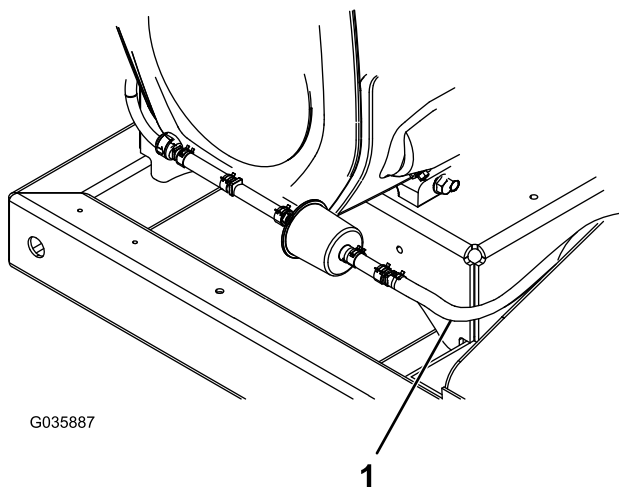

Figura 9
10. Conecte la manguera de ventilación al cartucho de carbón con la abrazadera que se retiró anteriormente (Figura 9).